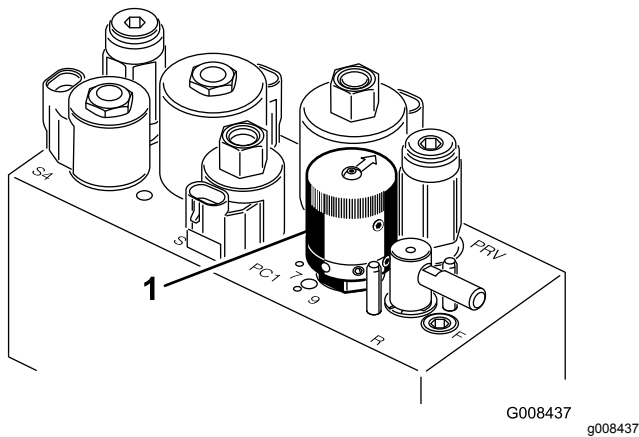

図 29
4. リールの速度を設定するには、ノブ 図 29 を回して、ノブの矢印を、所定の番号に合わせる。